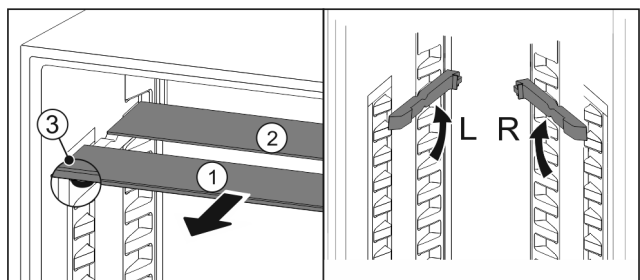

Fig. 94
- ▶ Sortir les tablettes par l'avant Fig. 94 (1).
- ▷ La tablette en verre Fig. 94 (1) avec bordure décorative est située à l'avant.
▷ Les butées Fig. 94 (3) sont orientées vers le bas.